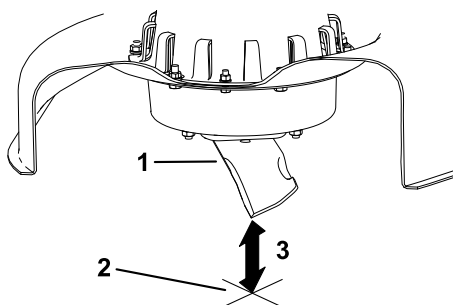

Figure 33
5. Mesurez la distance entre la pointe de la lame et la surface plane (Figure 33).